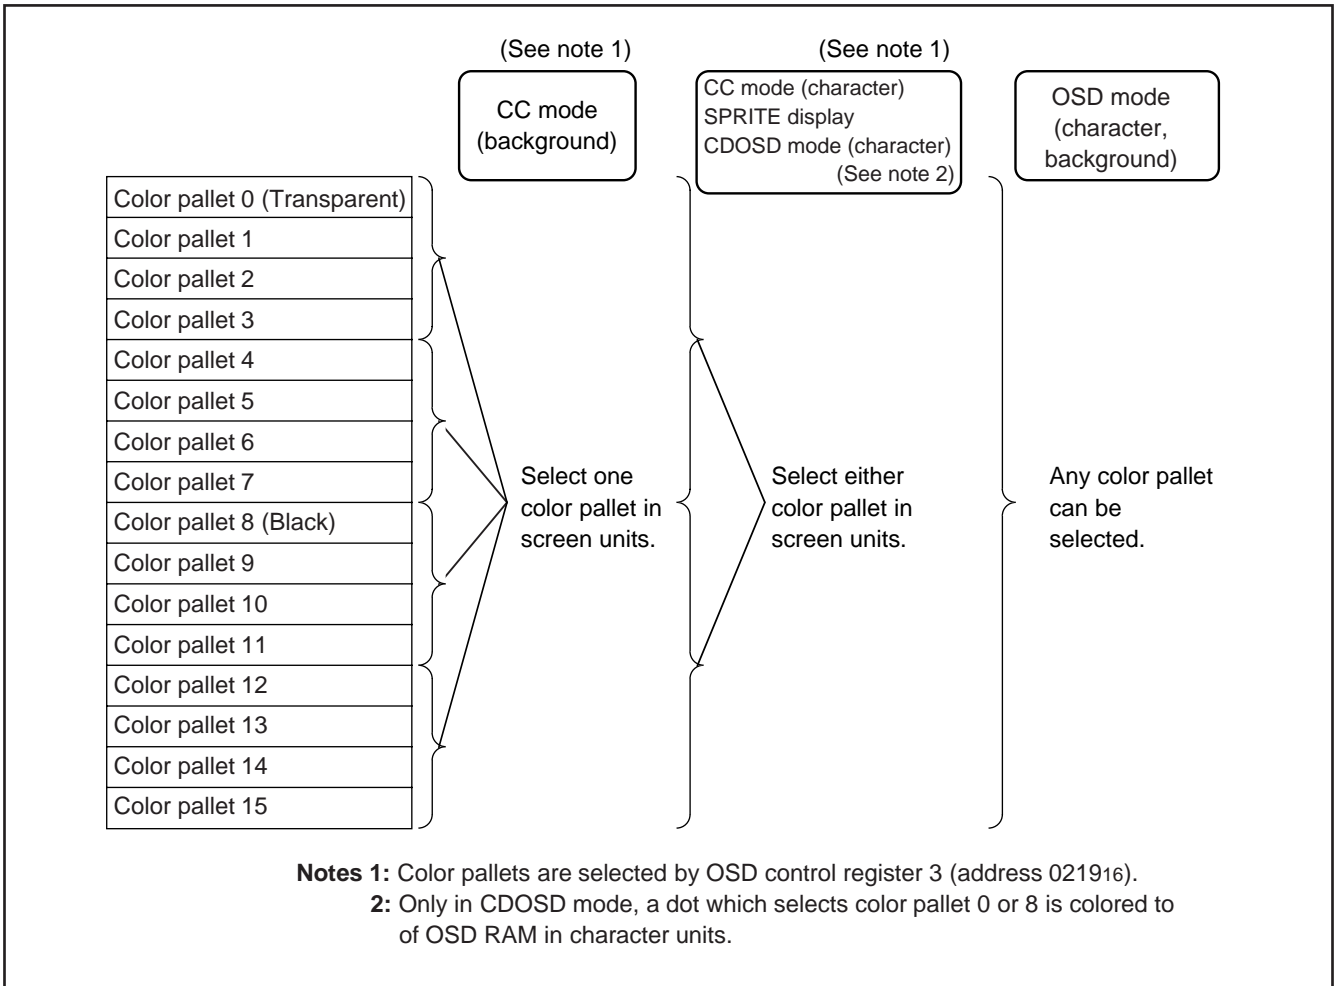

Fig. 12.11.24 Color Code Selection
**5:** Refer to Figure 12.11.24.